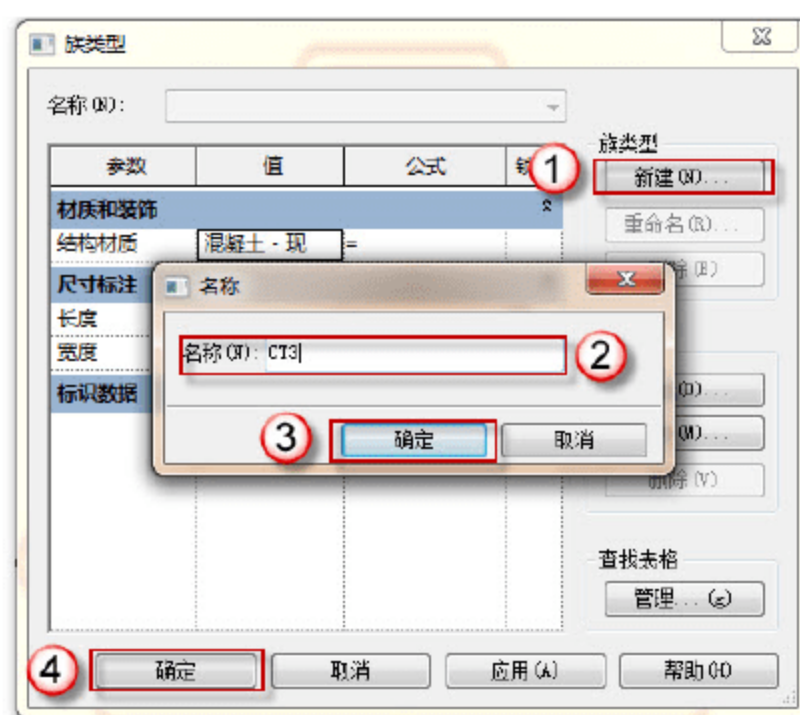

图 2.1.37 编辑族名称
(10) 编辑族名称。单击“族类型”按钮，在弹出的“族类型”对话框中，单击“新建”按钮，在弹出的“名称”对话框中输入 CT3，单击“确定”按钮，如图 2.1.37 所示。